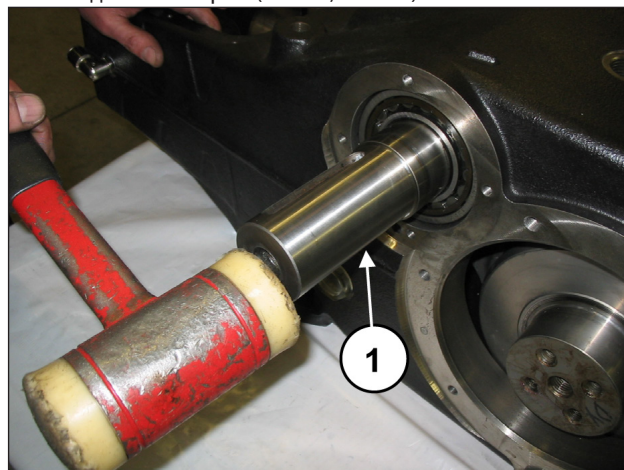
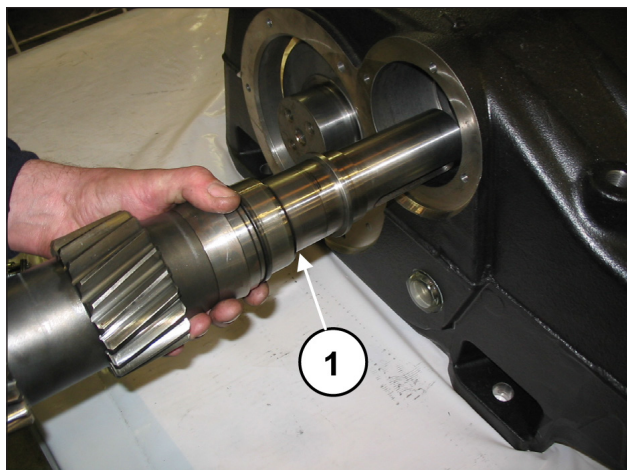

Рис. 32
Рис. 33
Отодвиньте все три шатуна как можно дальше назад (вплотную к коленвалу). С помощью ударной массы (поз. ①, Рис. 32) извлеките вал ВОМ с одной из сторон (поз. ①, Рис. 33).